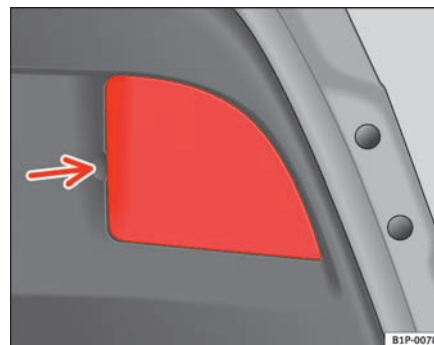

Fig. 164 Lygter på bagklappen
- Træk dækslet af. Se pil ⇒ fig. 164.